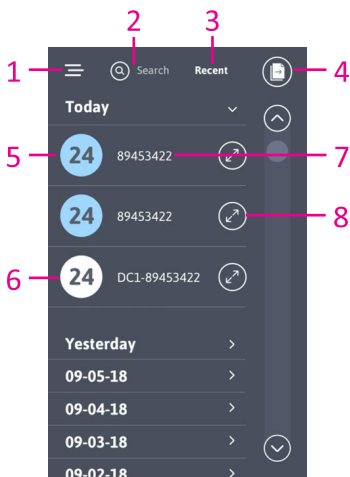
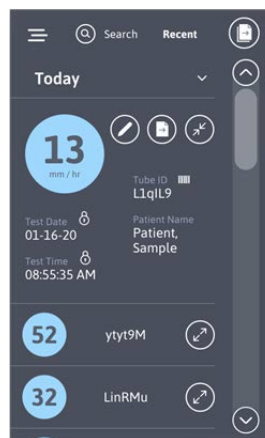
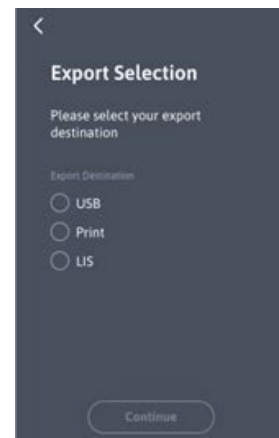

Figure 18
Figure 19
Figure 20
Le journal des résultats affiche en premier les résultats des tests les plus récents. Dans la figure 18, les icônes affichées sont, de gauche à droite et de haut en bas :
4. L'icône « Documents » dans le coin supérieur droit permet d'exporter les enregistrements des sept derniers jours, soit en les imprimant, soit par voie électronique via USB (figure 18)
Les données peuvent être exportées par période de 7 jours, comme le montre la figure 18, ou individuellement, comme le montre la figure 19. Dans les deux cas, une fois que l'icône « Documents » est sélectionnée, l'écran « Exporter la sélection » s'affiche (figure 20) :
9. L'emplacement de destination des fichiers à exporter peut alors être choisi (figure 20)